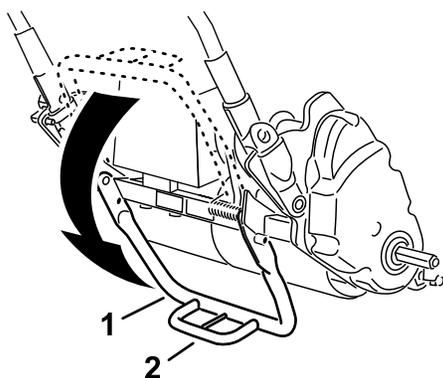

図 11
1. キックスタンドの中央部分を足で押し下げ、機体についている下部ハンドルサポートを引き上げてスタンドで機体を支える 図 11。